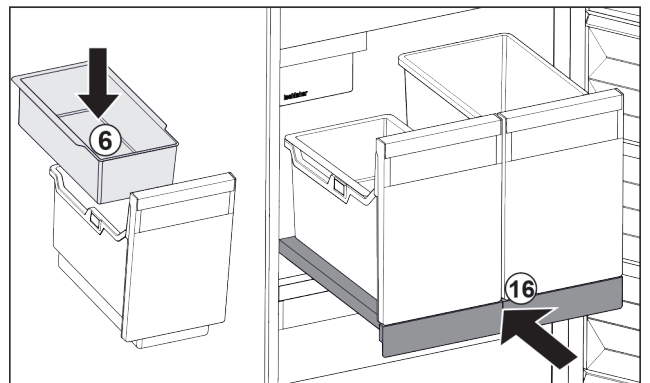

Fig. 36
- ▶ Vstavite obešalno skodelico Fig. 36 (6) za ledene kocke.
- ▶ Vstavite izvlečno polico s posodo (IceTower). Fig. 36 (16)